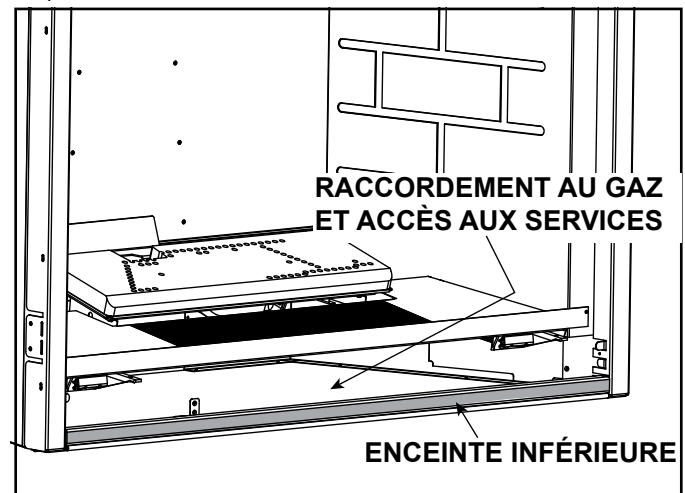

Figure 9.1 Retrait de l'enceinte inférieure (Foyer générique illustré)
- L'enceinte inférieure de cet appareil peut être retirée pour accéder à la cavité des commandes afin de faciliter l'accès lors du processus de raccordement au gaz. Voir les figures 9.1 et 9.3.